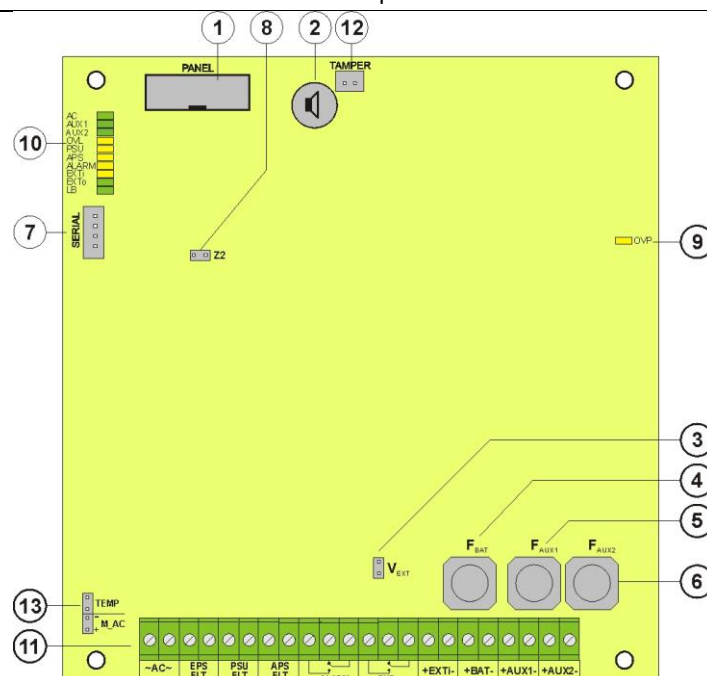

Abb. 2. Blick auf die PCB-Platte des Netzgeräts.
Tabelle 1. Elemente der PCB-Platte des Netzgeräts (Abb. 2).
| ②           | Platte des Netzgeräts (Tab. 1, Abb. 2)                                                     |